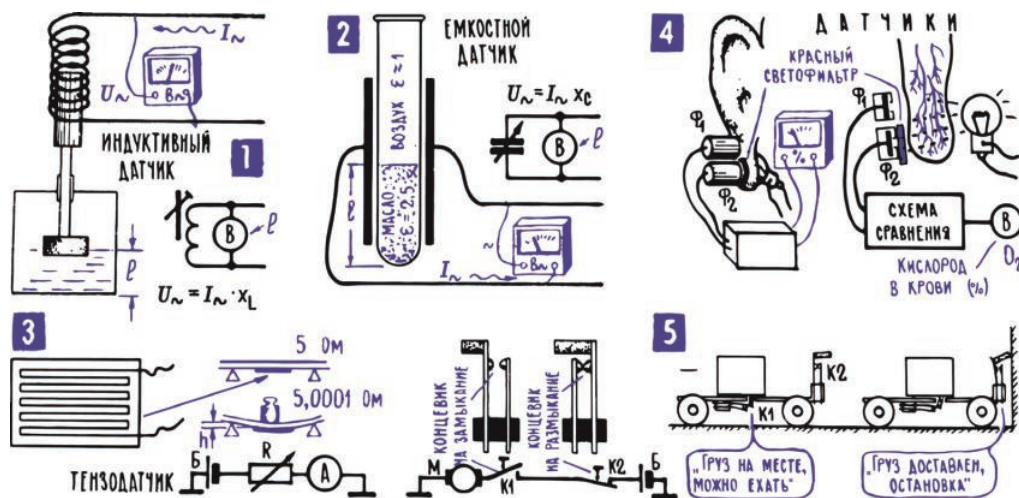
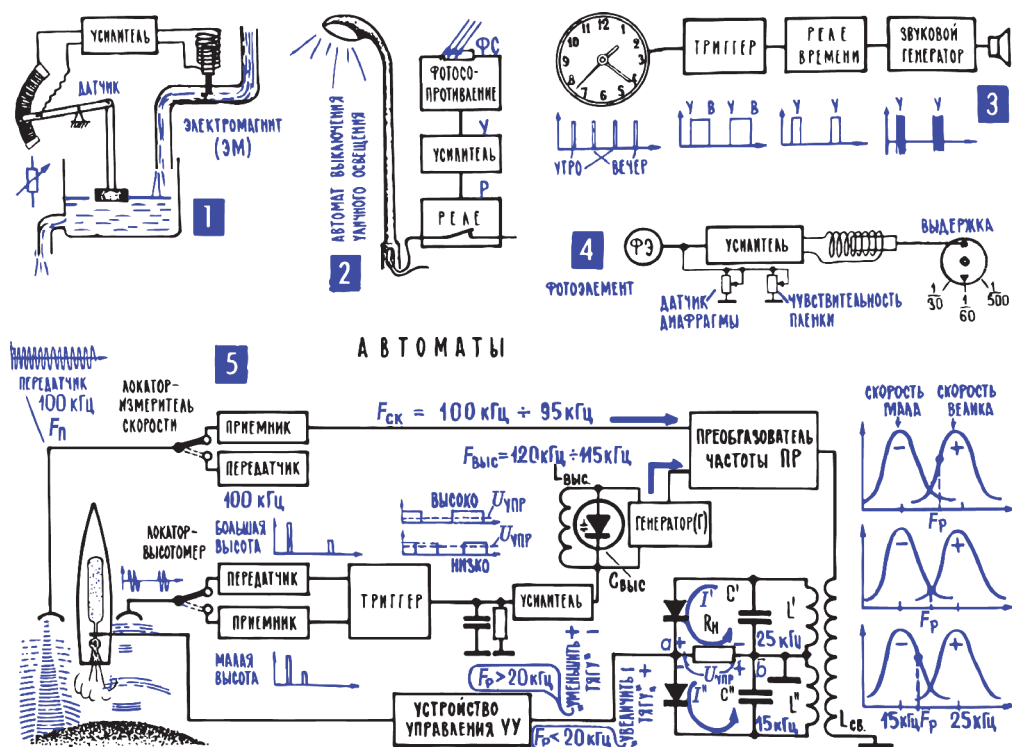

Рис. 15.1. Датчики
Рис. 15.3. Автоматические регуляторы
**3. Датчики – органы чувств автоматов, они переводят информацию на электрический язык.** Помимо уже знакомых нам датчиков (термоэлемента, терморезистора, фотоэлемента, фоторезистора, пьезокристалла, угольного и электродинамического микрофонов, см. рис. 8.2), имеется огромное множество других приборов для сбора информации о самых различных процессах, описания их в виде электрических сигналов. Датчиком перемещения, например, может быть резистор с переменным сопротивлением, если его подвижной контакт связать с движущимся предметом. Датчиком деформации – проволока с высоким сопротивлением, изогнутая зигзагом и оклеенная бумагой (рис. 15.1; 3). Такой датчик (тензометр) наклеивается на поверхность детали, и когда деталь деформируется, проволока тоже изгибается и несколько растягивается, сопротивление ее меняется. На изменении сопротивления может также основываться действие датчика уровня (см. рис. 15.3; 1 далее), хотя часто в таких датчиках используются другие принципы. Например, изменение индуктивности катушки по мере перемещения в ней ферромагнитного сердечника (рис. 15.1; 1), или изменение емкости конденсатора по мере того, как между его пластинами появляется вещество с иной диэлектрической проницаемостью (рис. 15.1; 2). А если датчик-индуктивность или датчик-емкость включить в цепь переменного тока, то напряжение, которое появится на датчике, покажет, в каком он находится состоянии и какова контролируемая величина, в данном случае уровень жидкости. Потому что напряжение на участке цепи пропорционально его сопротивлению, а индуктивное сопротивление катушки  $x_L$  зависит от ее индуктивности  $L$ , емкостное сопротивление конденсатора  $x_C$  – от его емкости  $C$ . На том же принципе работают емкост-
Существуют датчики, позволяющие оценить химический состав вещества, например по электрическому сопротивлению пробной его порции, по спектру поглощения или оптической плотности. В качестве примера – один из датчиков для определения процентного содержания кислорода в крови (рис. 15.1; 4). В него входят источник света и два фотоэлемента, один из которых закрыт красным светофильтром и воспринимает только красный свет. Датчик подвешивается к мочке уха, сквозь нее проходит свет и падает на фотоэлементы. Луч света просвечивает тонкие кровеносные сосуды в мочке уха, и уровень света, попадающего на «красный» фотоэлемент  $\Phi_2$ , зависит от того, насколько кровь в этих сосудах насыщена кислородом. Электронная схема сравнивает напряжение на этом фотоэлементе с общей освещенностью, которая отражена в напряжении фотоэлемента  $\Phi_1$ , и такое сравнение позволяет судить о процентном содержании кислорода в крови.
В датчиках можно встретить много остроумных решений, использующих тонкие физические, химические и биологические процессы. Ну, а самый простой датчик – это концевой выключатель (рис. 15.1; 5), который замыкает или размыкает электрическую цепь и тем самым сообщает, что какая-либо деталь заняла определенное положение, пришла на свое место или, наоборот, ушла с него. Такие датчики можно встретить в лифте, где они сигнализируют управляющему автомату, что дверь пока не закрыта и двигаться еще нельзя.
5. В электронных автоматах переработка информации сводится к преобразованию электрических сигналов. Есть автоматы, от которых ничего иного не требуется, как следить за сигналом, поступающим с датчика, и пропорционально изменениям этого сигнала воздействовать на исполнительный механизм. Это так называемые следящие системы, типичные представители которых – системы автоматической регулировки усиления (АРУ) и подстройки частоты (АПЧ) в приемниках, или система, поддерживающая постоянный уровень жидкости в каком-либо резервуаре (рис. 15.3; 1). Следящие автоматы – это пока еще просто исполнительные работники (подобно микрофону или громкоговорителю, которые дословно переводят звук в ток и ток в звук), информация в них никакой переработке не подвергается: что велел датчик, то и делается. К числу таких простых систем относятся и некоторые пороговые автоматы, они даже не интересуются уровнем сигнала все время, а знают лишь одно: достиг этот уровень определенного порога – надо действовать5. Именно так, например, поступает автомат уличного освещения (рис. 15.3; 2); вечером, лишь только естественный свет уменьшится до определенного порога, как автомат производит одно из двух действий, которым его научили, – включает уличные фонари; а с рассветом, когда освещенность поднимется выше заданного порога, автомат выполнит вторую из заученных операций – выключит фонари. Потом освещенность может увеличиваться как угодно, автомат на это реагировать не будет.
В автомате уличного освещения, правда, можно уже заметить элемент памяти: установив определенный порог срабатывания, мы заставили автомат запомнить, при каком уровне освещенности нужно включать и выключать фонари. В более явном виде память присутствует в системе установки экспозиции (выдержки) в фотоаппарате с автоматикой (рис. 15.3; 4). Выдержка устанавливается обратно пропорционально току, который дает фотоэлемент: чем больше освещенность, тем больше этот ток и меньше выдержка. Но в систему введены два переменных резистора. Один из них устанавливают в зависимости от чувствительности пленки, второй в зависимости от выбранной диафрагмы. Сопротивление этих резисторов определяет ту часть тока, которая достанется исполнительному механизму, и, значит, при одной и той же освещенности он будет устанавливать разную выдержку в зависимости от сопротивления резисторов. Образно говоря, резисторы всегда напоминают автомату о том, что, устанавливая экспозицию, нужно ввести поправки на пленку и диафрагму, и, оперируя электрическим сигналом (ток через исполнительный механизм), корректируют информацию, поступающую в автомат.
Другой пример переработки информации: будильник с электрическим сигнализатором, который включается только через такт, например в 8 часов утра работает, а в 8 вечера нет (рис. 15.3; 3). Для этого в систему просто введен триггер, он делит на два число импульсов от датчика. В будильнике имеется еще один элемент обработки сигналов – реле времени: по короткому импульсу тока от датчика оно заставляет сигнал звучать достаточно долго.
Интересную обработку проходит сигнал в показанном на рис. 15.3; 5 автомате управления ракетным двигателем (эта схема так же, как предыдущие и последующие, не более чем учебная модель, в реальных автоматах все может решаться по-иному). Основа автомата – два радиолокатора: один – измеряющий высоту ракеты, другой – ее скорость. Локаторам, конечно, нужно было бы посвятить особый рассказ, но, поскольку в радиолюбительской практике они встречаются редко, ограничимся лишь коротким упоминанием о них здесь, в разделе электронной автоматики, «придравшись» к тому, что радиолокаторы можно считать особым видом датчиков.